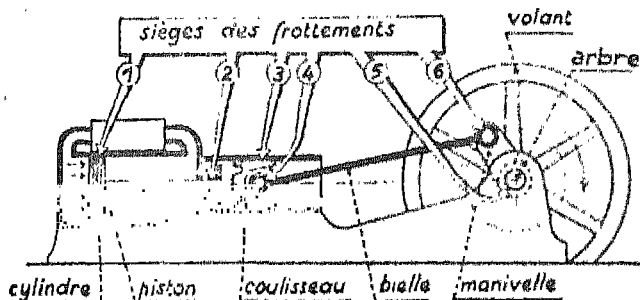

Fig. 3. — Résistances dues au frottement. Enumérez les diverses résistances dues au frottement, dans cette machine à vapeur.
b) Observez une machine à vapeur en marche (fig. 3). De nom-